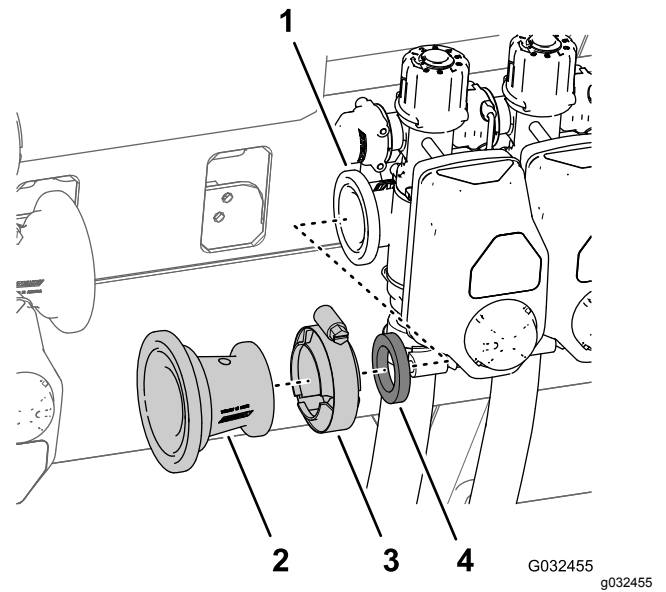

图46
4. 取下将异径管适配器和垫片 2-1/4 英寸固定到左喷洒臂段阀法兰的法兰夹具 76mm 然后从机器上取下适配器、夹具和垫片图46。